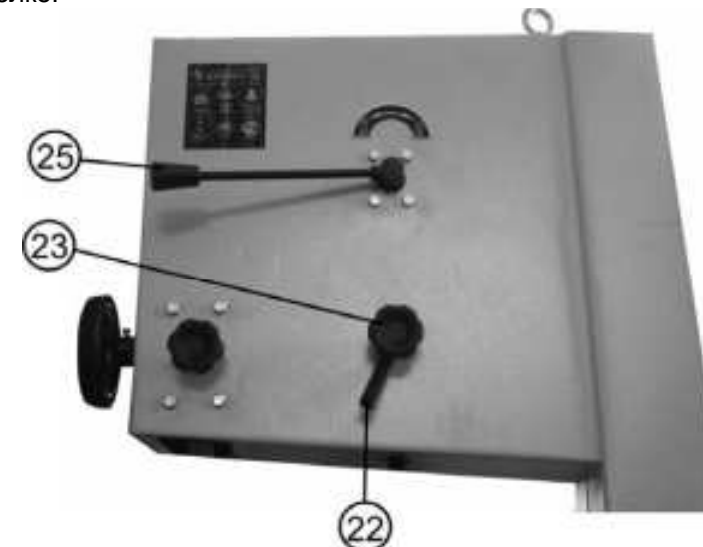

Рис. 9
**11.3. Регулировка смещения пильной ленты (Рис. 9, 10, 11)**
11.4.2. Для регулировки пильной ленты необходимо, чтобы рычаг натяжения (25) находился в крайнем переднем положении (натягивал пильную ленту), Рис. 9.